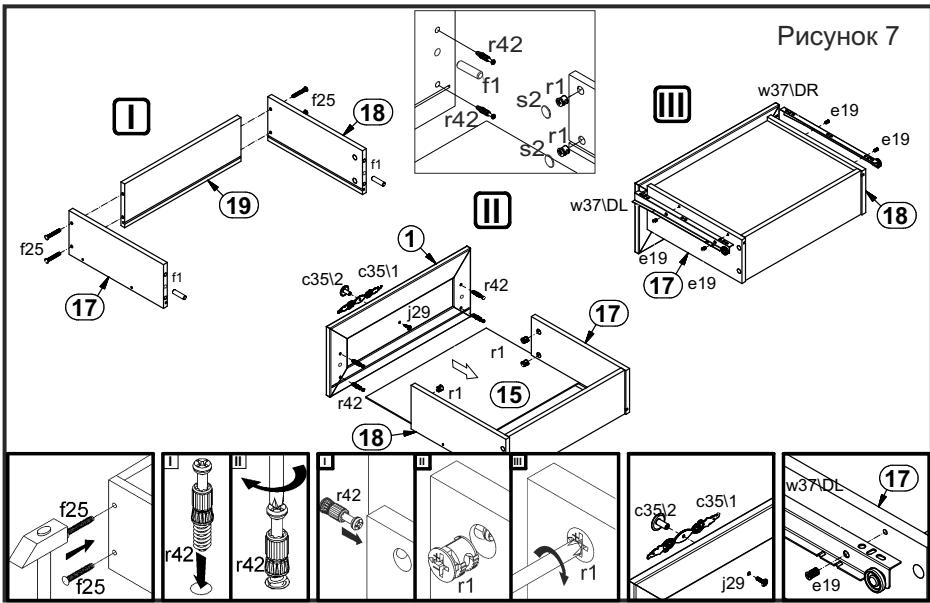

Рисунок 7
16. В отверстия Ø8 мм на передних кромках стенок боковых ящиков 17 и 18 вбить деревянные шканты f1 (см. рис. 7).
18. Соединить детали корпуса ящика 17, 18, 19 с помощью шкант-дюбелей f25, вставить в пропилы на боковых и задней стенках собранного корпуса ящика дно ящика 15 (см. рис. 7).
19. В отверстия диаметром 5 мм на внутренней поверхности панели ящика 1 вкрутить винты стяжки r42 (см. рис. 7).
20. Соединить панель ящика 1 с корпусом ящика и затянуть стяжки эксцентриковые r1, пользуясь специальным ключом z1. Стяжки эксцентриковые r1 на стенках боковых ящика 17, 18 закрыть заглушками s2 (см. рис. 7).
21. Перевернуть ящики дном вверх и закрепить на стенках боковых ящиков 17 и 18 еврошурупами e19 направляющие w37(DL) и w37(DR) (см.рис. 7).